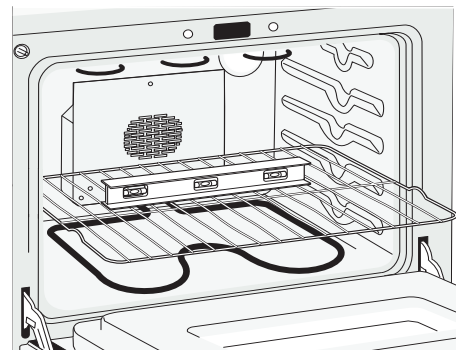

Figure 7
1. Installez une grille dans le centre du four supérieur (voir Figure 7).